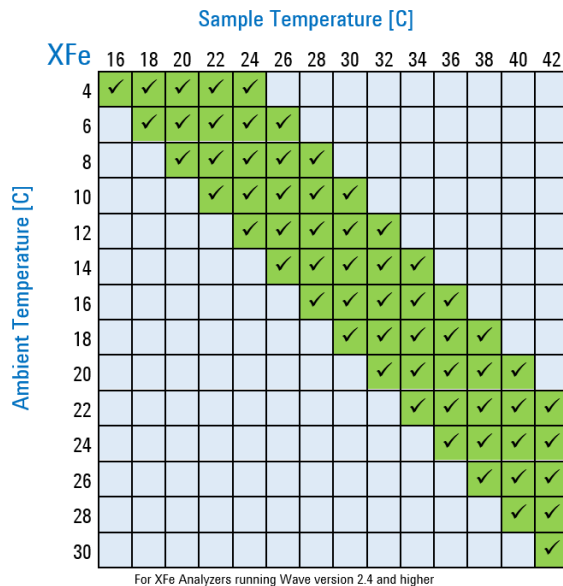

Abbildung 10. Temperaturdiagramm
Agilent Seahorse XFe Analyzer wurden validiert, um gewünschte Zieltemperaturen im Bereich von 16 bis 42 °C zu liefern, vorausgesetzt, die Umgebungsraumtemperatur liegt 12 bis 20 °C unter der Zieltemperatur und im validierten Temperaturbereich von 4 bis 30 °C zum Betrieb. Zum Verständnis der Beziehung zwischen der gewünschten Proben­temperatur und der erforderlichen Umgebungstemperatur sehen Sie sich das Temperaturdiagramm in **Abbildung 10** an.
- 2 Stellen Sie sicher, dass die Umgebungsbedingungen die gewünschte Zieltemperatur unterstützen (12–20 °C über der Umgebungstemperatur). (Siehe die in **Abbildung 10** auf Seite 30 gezeigte Temperaturtabelle.)